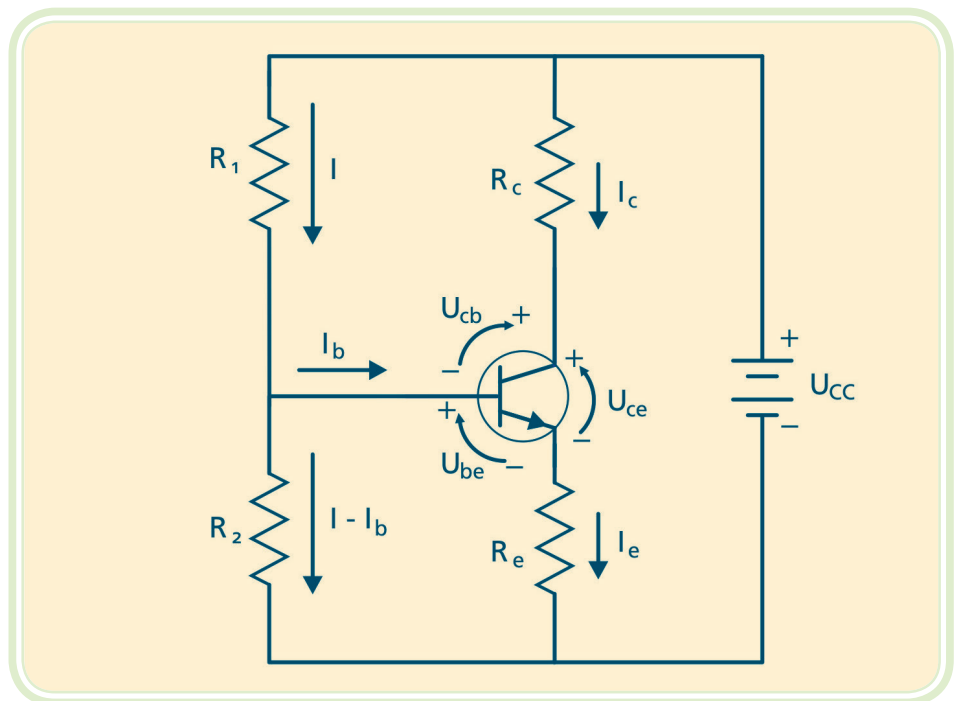

Figura 7.16: Polarização por divisor de tensão
cadores é chamado de polarização por divisor de tensão conforme a Figura 7.16. A principal vantagem desse circuito é a independência da sua operação em relação a variações do ganho do transistor (β_{cc}). Nesse circuito fixa-se uma tensão na base do transistor, via os resistores R_1 e R_2 . Deve-se ter atenção para que o valor da corrente (I) em R_1 seja bem maior que a corrente de base (I_b).